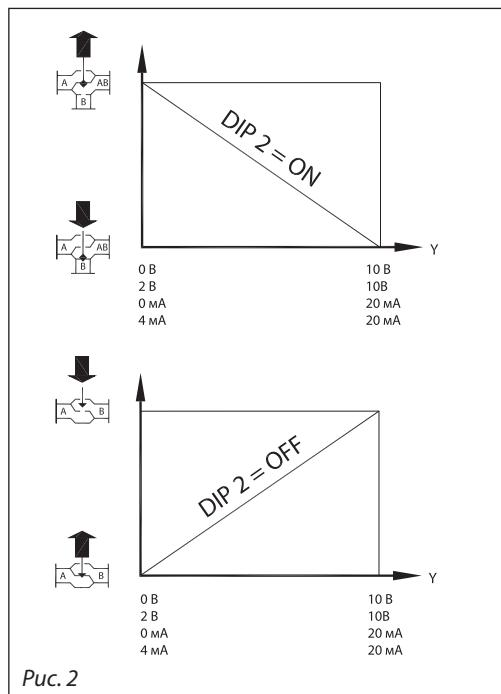

Рис. 2
**Переключатель 2: DIR/INV — прямое или обратное направление движения штока (рис. 2):**